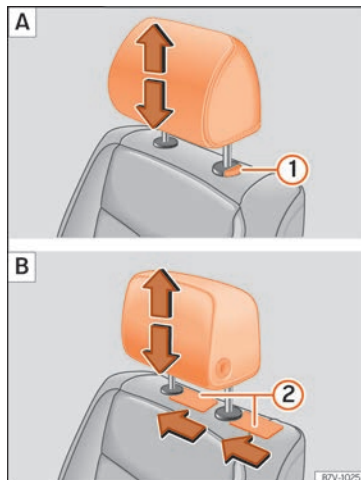

Fig. 156 A: Montaggio dei poggiatesta non regolabili in direzione longitudinale, B: Montaggio dei poggiatesta regolabili in direzione longitudinale.
- Estrarre il poggiatesta tenendo premuto il pulsante » » » **fig. 156** ① A.